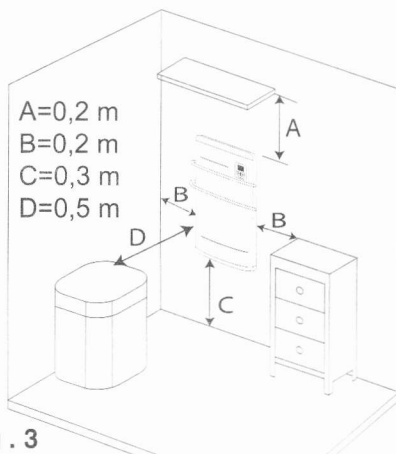

Fig. 3
- Respecter les distances minimales d'installation au sol, aux parois, aux meubles etc... (Fig. 3).
**NOTA 1 :** Veillez à bien respecter les distances reportées sur la figure 3.